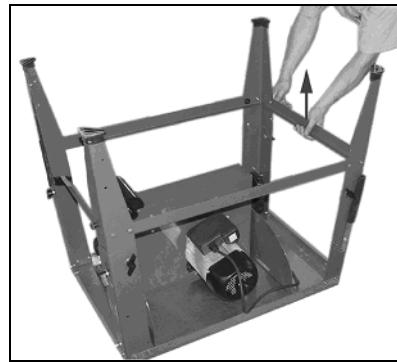

Fig 3
- Monter les entretoises diagonales (Fig 3) et serrer les écrous